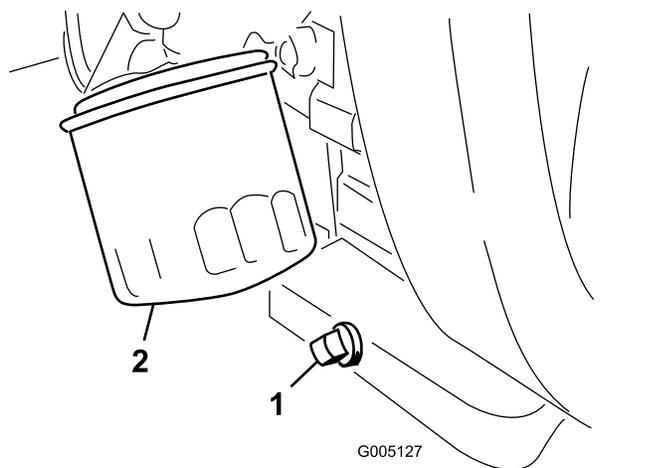

图37
1. 拆下排油塞图37让油流入放油盘。
2. 清洁排油塞的螺纹施用聚四氟乙烯密封材料然后安装排油塞图37。
3. 拆下机油滤芯图37。